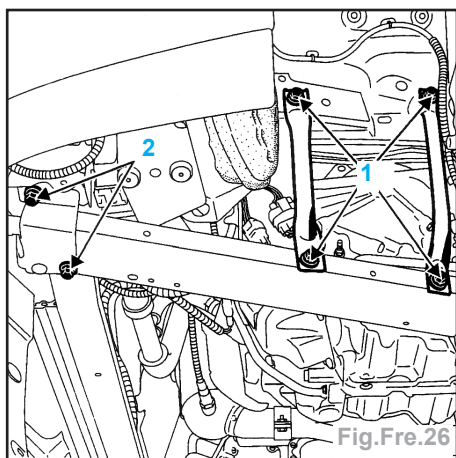

Fig.Fre.26
- les deux tirants gauches (1) (Fig.Fre.26).
- Dévisser, sans les déposer, les deux vis avant (2) du longeron en aluminium.